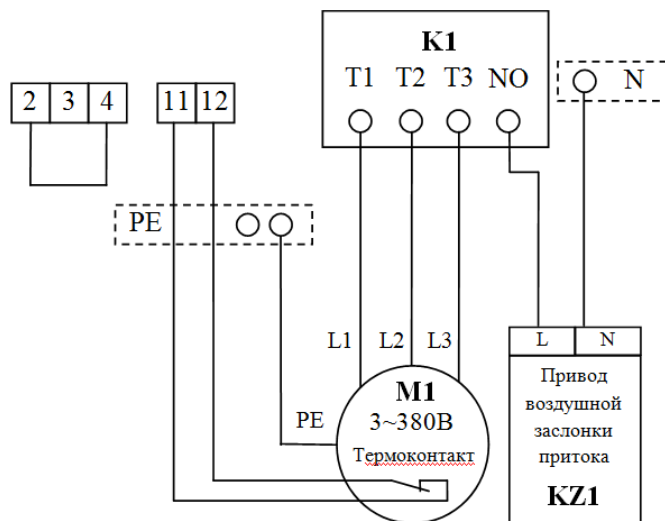

Рис. 2
Трёхфазный двигатель вентилятора с прямым пуском (без преобразователя частоты). См. рис. 2, также см. Приложение 1.
- При прямом подключении двигателя приточного вентилятора (см. Рис. 2, также см. Приложение 1), кабель питания привода воздушной заслонки (L, N) подключить к клемме 14NO контактора K1 (фазный провод) и к шине «ноль» N (синий провод).